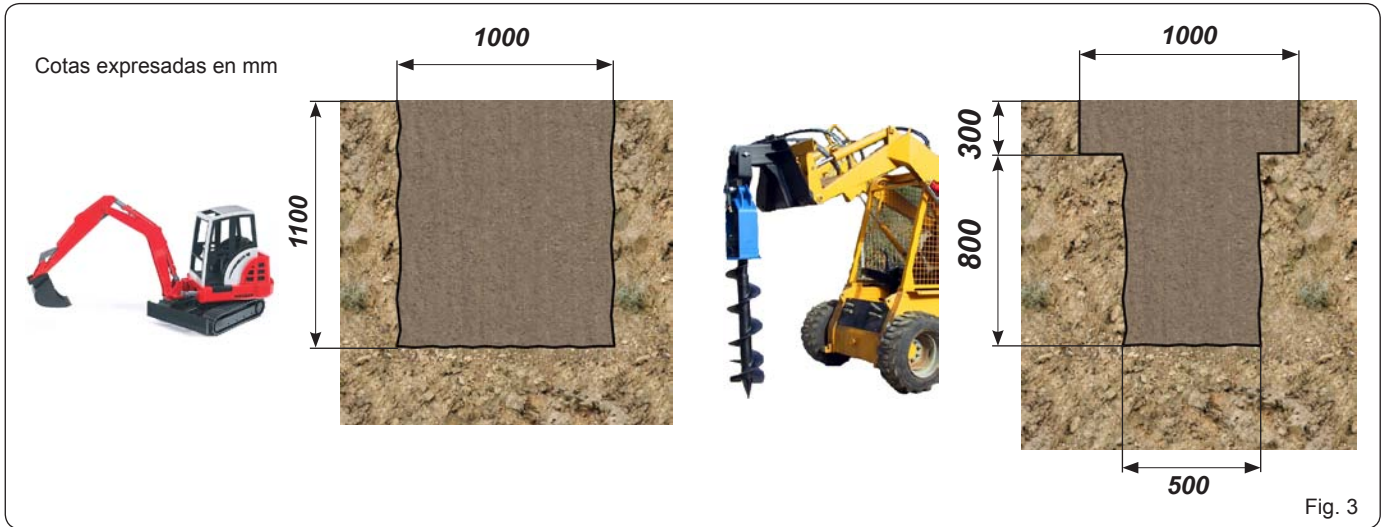

Fig. 3
**!** La zanja puede ser cuadrada y tener un lado de 1 m aprox. (fig. 3). O bien puede realizarse con una barrera de 50 cm de diámetro hasta la profundidad descrita y ensanchada en los últimos 30 cm en forma cuadrada de 1 m de lado